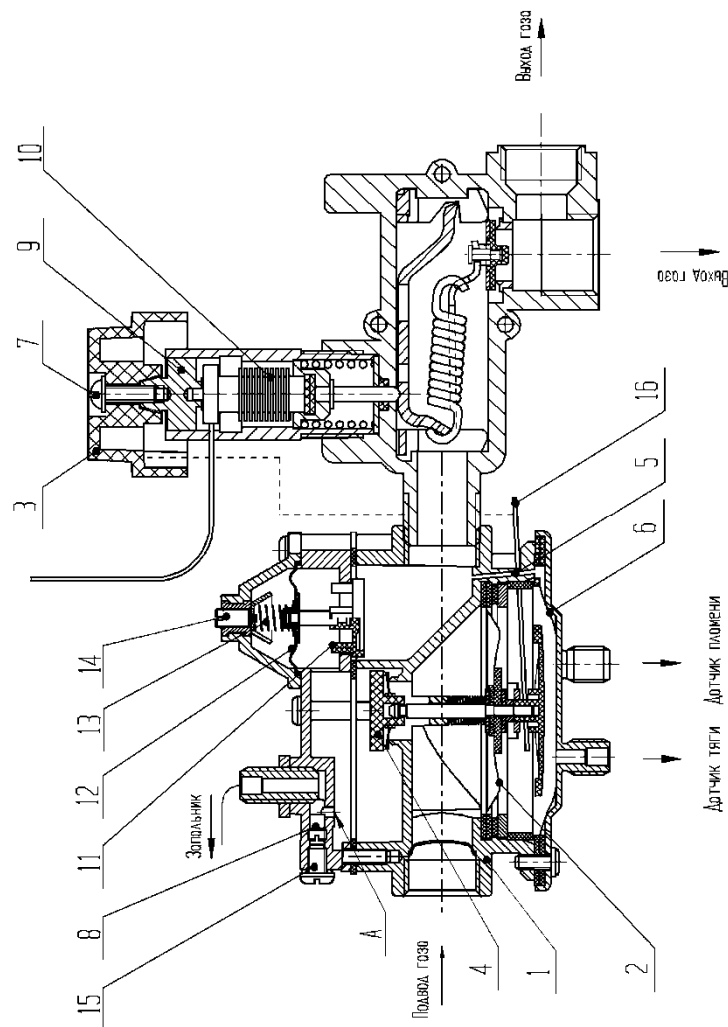

Рис.2 Схема блока управления
Поддержание давления газа в коллекторе ГГУ на автоматике САБК – С – РД выполняется регулятором давления газа, встроенным в клапан – отсекающий (см. рис.2), состоящего из клапана 11, регулировочного винта 14, мембраны 12, и пружины 13. В данной модели автоматики предусмотрена регулировка мощности запальной горелки перекрытием отверстия «А» жиклером 8.
11.3.2 Порядок проведения настройки (см. рис. 2):
11.4.2 Порядок замены термодатчика (см. рис.2):
11.5 Настройку мощности запальной горелки выполнять вращением жиклера 8 (см. рис.2), предварительно выкрутив винт 15. После настройки установить винт 15, обеспечив герметичность.